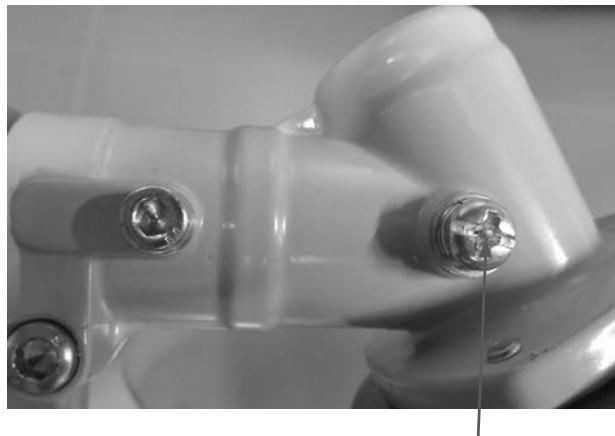

Рис.17
Через 20 часов работы, но не реже одного раза в сезон, необходимо проверять и добавлять смазку в редуктор. Для смазки редуктора и вала штанги рекомендуется использовать универсальную смазку для редуктора CHAMPION EP-0, либо аналогичную смазку других производителей. Необходимо открутить болт (A) Рис.17 и с помощью шприц-масленки добавить смазку (примерно 5-10 см³). Приводной вал редуктора, который находится в штанге, рекомендуется смазывать через 100 часов работы.